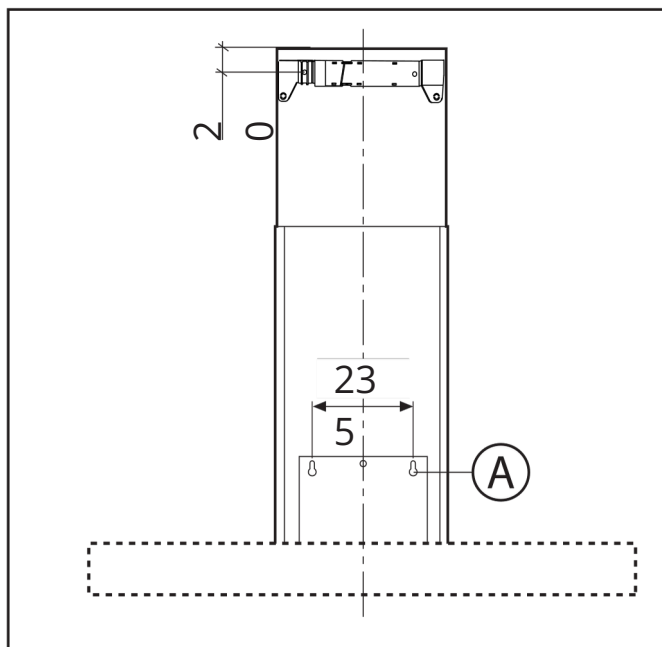
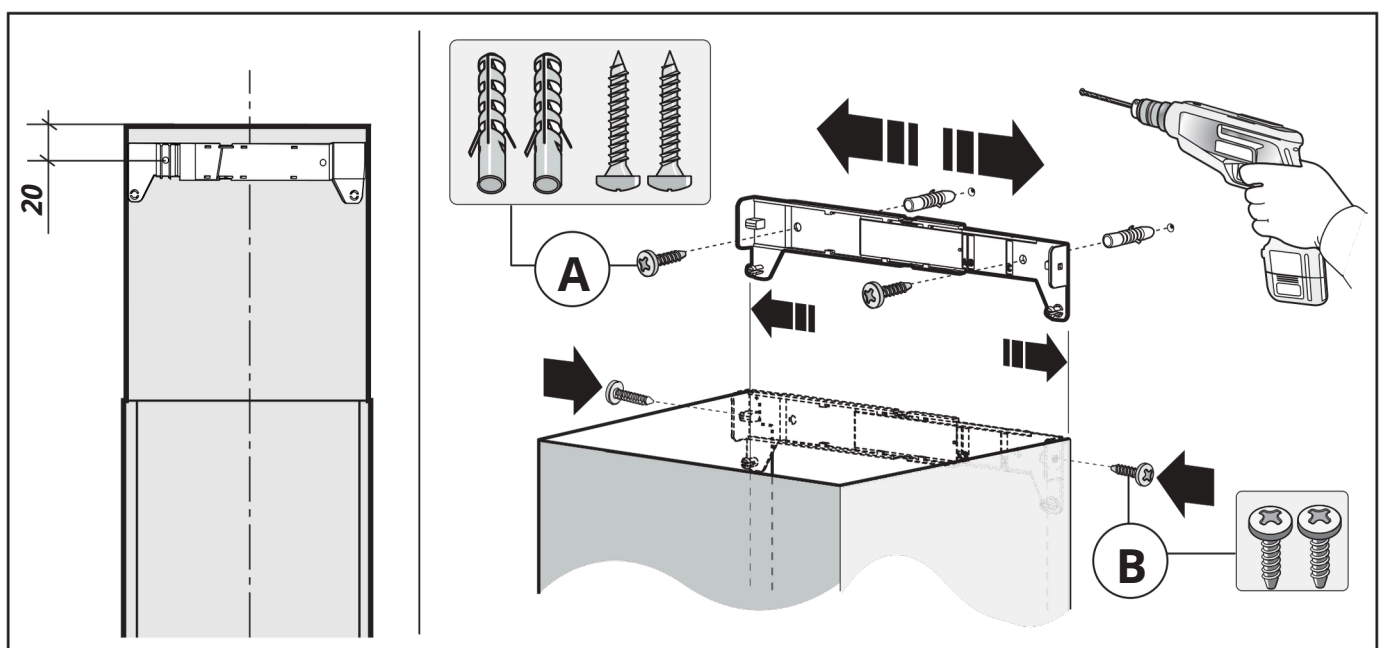

Fig.2
Fig.4
- Borra hålen A enligt de angivna måtten (Fig. 2).
- Justera bredden på fästbeslaget för den övre skorstenen (Fig. 4).
- Fäst därefter beslaget i taket med skruvarna **A** (Fig. 4) så att det ligger i linje med fläkten och det angivna avståndet från taket enligt Fig. 2.